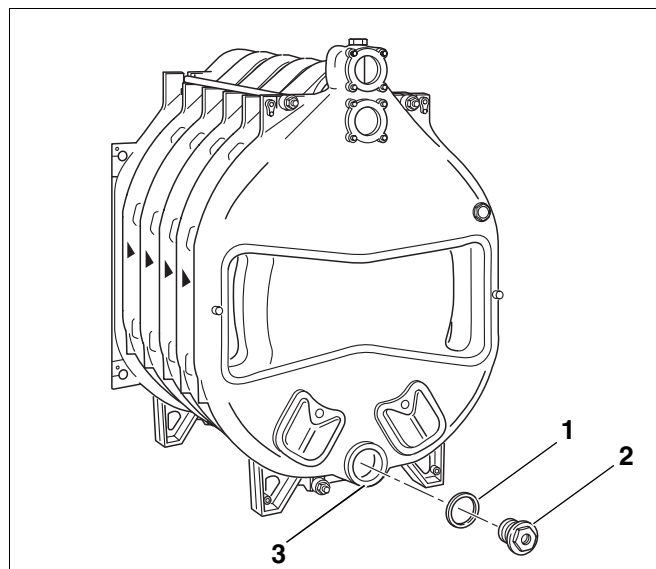

Рис. 21 Установка фланца
- Закрыть спереди и сзади нижнюю ступицу котла (рис. 21, поз. 3). Для этого установить на соответствующие ступицы котла уплотнения (рис. 21, поз. 1) и заглушки. Заглушка с резьбовым отверстием диаметром $\frac{3}{4}$ " для наполнения и слива (рис. 21, поз. 2) устанавливается на задней стороне котла.